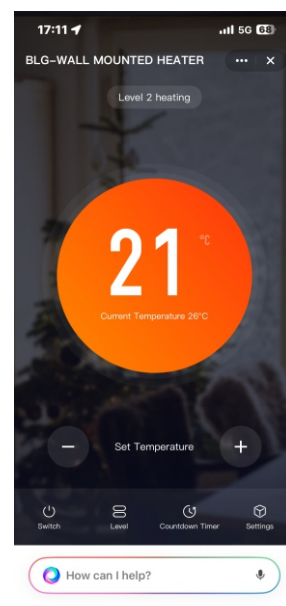

Bild8
- 6) Wenn die Verbindung zum Gerät erfolgreich hergestellt wurde, wird der Bildschirm wie in Bild 8 angezeigt. Anschließend können Sie das Gerät über Ihr Mobiltelefon bedienen.
1. Sie können das Gerät über Ihr Mobiltelefon in einer WLAN- oder 4G-LTE-Umgebung bedienen, wie in Bild 8 gezeigt.